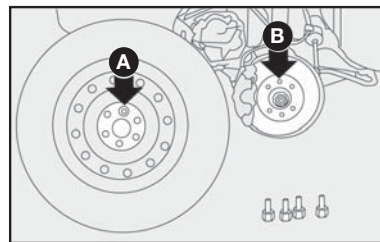

fig. 5
6) montar a roda sobressalente, encaixando os furos **A**-fig. 5 com os respectivos pinos **B**;